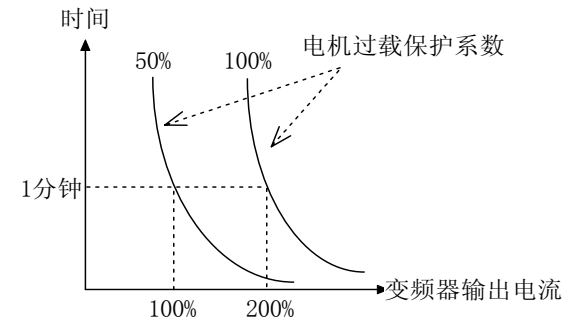

图 5-13-1 电机过载保护系数设定
- ◆ 为了对电机实施有效的过载保护,应针对不同电机功率对变频器允许输出电流的最大值进行调整。如图5-13-1所示。